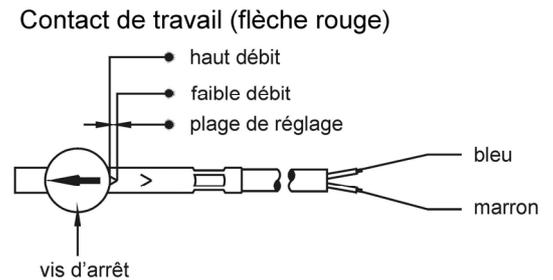
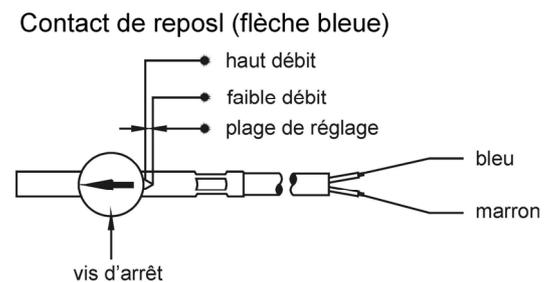

Fig. 20
Fig. 21
- ☞ Déplacer l'unité de commutation jusqu'à ce que la flèche rouge soit visible à l'entrée du guidage de l'unité de commutation si un contact de travail est désiré (Fig. 20) et la flèche blanche si un contact de repos est désiré (Fig. 21) (néant avec contact inverseur).